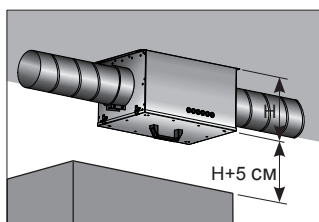

Рис. 5.
- Выберите место установки так, чтобы обеспечить удобный доступ для технического обслуживания, чистки и демонтажа. Для выполнения технического обслуживания, например, смены фильтра, расстояние между агрегатом и другими устройствами, полками или шкафами должно быть не меньше, чем высота агрегата + 5 см (см. рис. 5).